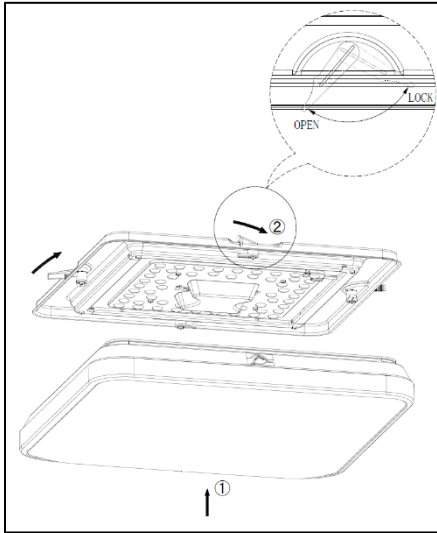

Figura 12
8. Vuelva a instalar el difusor en el conjunto de la carcasa alineando los bordes, luego asegúrelo girando los clips en la posición LOCK (vea la figura 12).